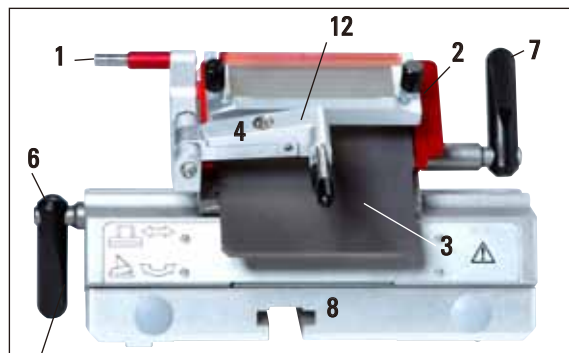
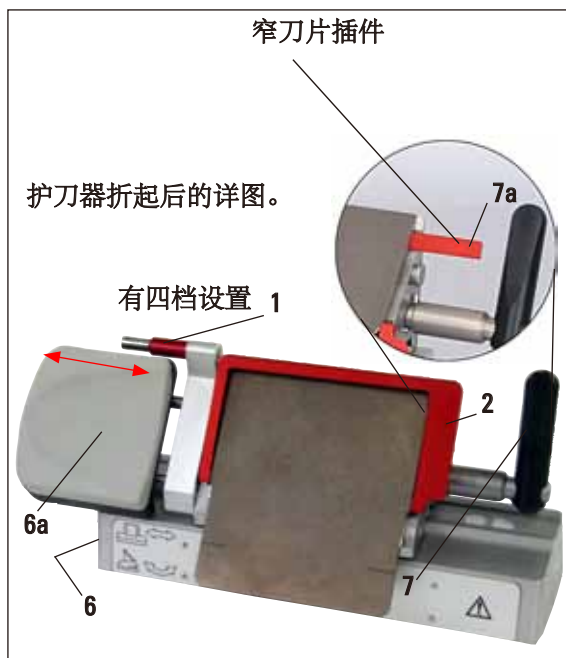

图 12
图 14
- 退刀器 (1) 和护刀器 (2)
- 用 4 mm 的 Allen 六角扳手调节间隙角 (5) (见刀架左侧的详图) — 推荐角度为 2° 到 5° 之间。
- 锁杆 (6) 用于锁定侧向移动功能
- 锁杆 (7) 用于夹紧刀片
- 窄刀片插件 (图 14, 7a) 用于插入高品质刀架。
- 用 4 mm 的 Allen 六角扳手调节间隙角 (参见刀架左侧图 12 中的 5) — 推荐角度为 2° 到 5° 之间。
- 侧向移动用的锁杆 (6) (必须朝下，以免妨碍腕托的移动)
- 窄刀片插件 (图 14, 7a) 用于插入刀架。
1. 如要从底座上松开弧形固定器 (1)，用 4 mm 的 Allen 六角扳手松开间隙角调整盘 (2) 上的螺丝，然后从刀架底座上拆下弧形固定器 (1)。
2. 用锁杆 (4) 将防卷系统 (3) 折向左侧。
3. 逆时针转动紧固锁杆 (5)，将其打开。
4. 按住压板 (6)，并拆除螺栓 (7)。
5. 然后便可拆下压板 (6) (用酒精) 进行清洗。
6. 若要拆除弧形固定器 (2) 的上部 (8)，顺时针旋转刀架紧固锁杆 (图 12, 6) 并拉出即可松开锁杆。此时可以侧向移动刀架，直至从弧形固定器上滑出。